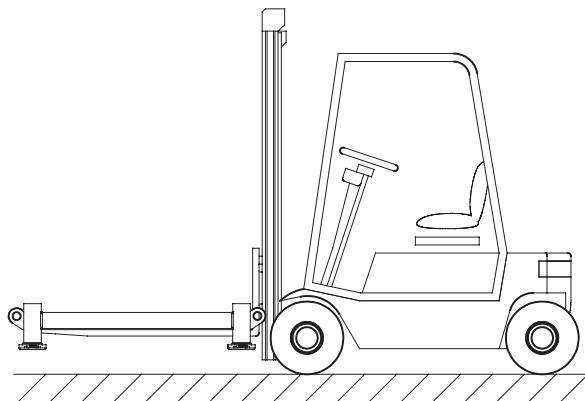
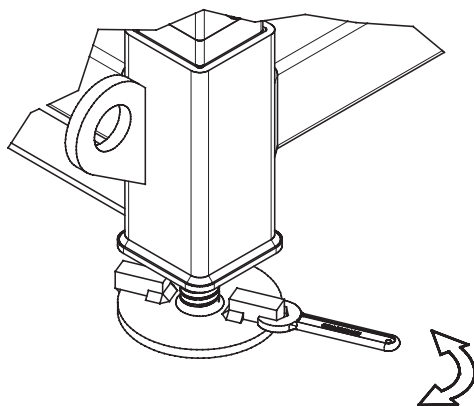

Figure 12. Levage du cadre inférieur avec un chariot élévateur.
Figure 13. Réglage de la hauteur du pied avec une clé de 22 mm.
1. Vérifiez que le sol, à l'endroit où le système de chargement MkII doit être placé est relativement plat. La base du système de chargement MkII est équipée de pieds réglables permettant un ajustement de 5 degrés. Utilisez un chariot élévateur pour manipuler le cadre inférieur et positionnez les fourches sous les tubes horizontaux dans les profils de guidage avant de soulever. Voir Figure 12. Placez le cadre inférieur sur le sol. Utilisez un niveau à bulle pour vous assurer de l'horizontalité du cadre inférieur. Si le niveau n'est pas correct, faites tourner les pieds à la main ou avec une clé de 22 mm, ou tapez sur la barre de réglage à l'aide d'un marteau pour ajuster les pieds jusqu'à ce que le cadre inférieur soit de niveau. Voir Figure 13.